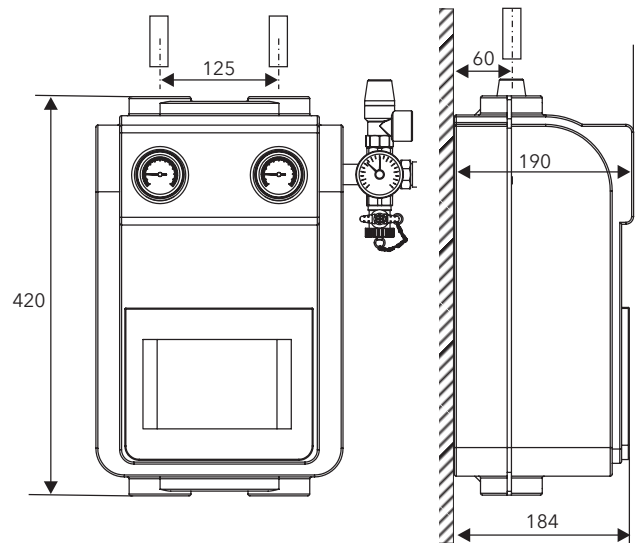
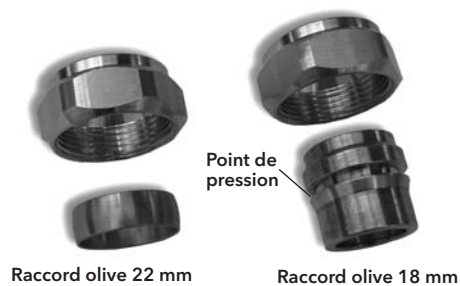

Fig. 3 CIRCO 5 vue de face et de gauche, côtes en mm
Fig. 6. Raccords olive 18 et 22 mm
- Le raccord au circuit solaire (distance entre les tubes cf. Fig. 3) est réalisé à l'aide de raccords olive (Fig. 6) 18 ou 22 mm (**11**) du groupe de transfert solaire. Introduisez les tubes coupés droit et ébavurés jusqu'à la butée du raccord à visser puis serrez à l'aide de deux clés plate 32. Avec le raccord olive 18 mm, on entend un craquement lors du serrage, preuve du bon montage. Resserrez jusqu'au bout.